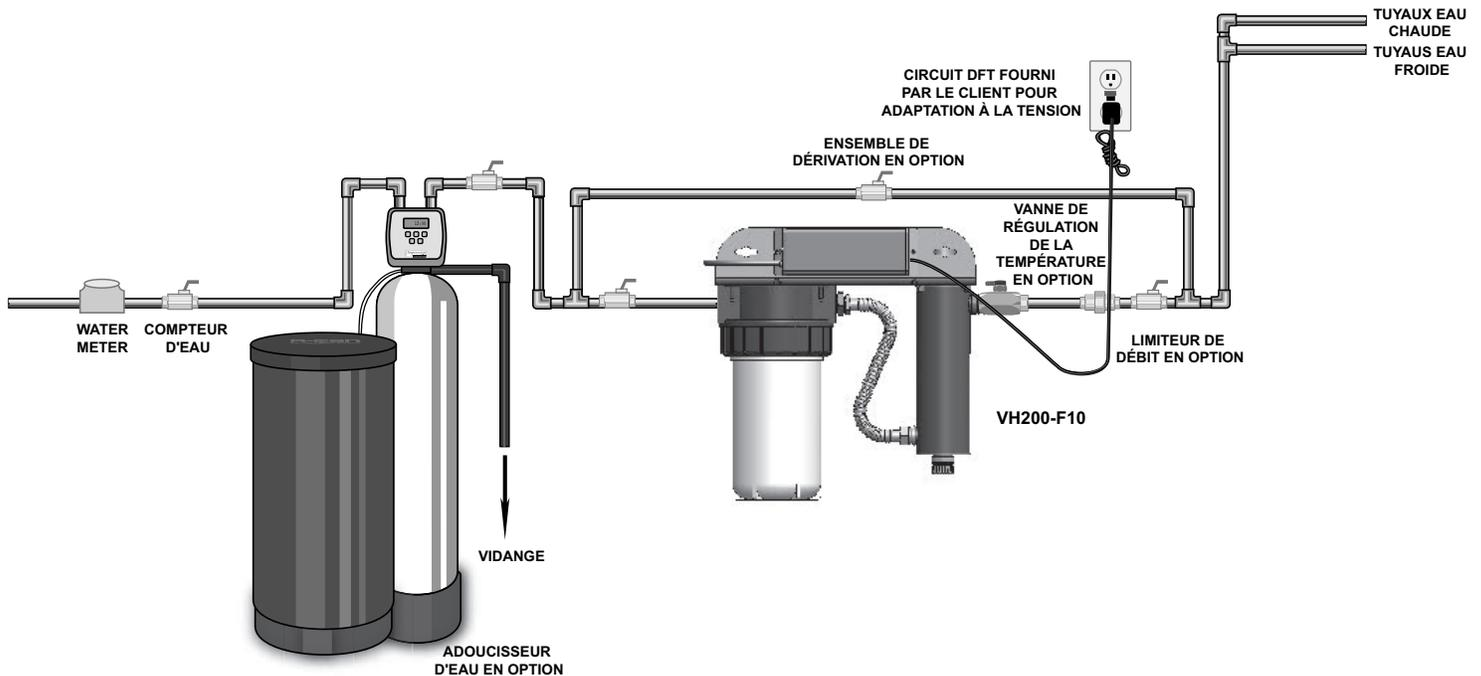

Figure 2 Système de UV
1. La Figure 2 décrit l'installation d'un système d'eau potable typique et des composants connexes qui peuvent être utilisés pour l'installation. L'utilisation d'un ensemble de dérivation est recommandée dans le cas où le système nécessite une maintenance « hors ligne ». Dans ce cas, il faut noter que le système nécessitera un désinfectant supplémentaire pour le système de distribution si de l'eau est utilisée pendant la dérivation. De plus, pendant la dérivation, l'eau NE sera PAS traitée et une étiquette « NE PAS CONSOMMER L'EAU » doit physiquement être installée sur l'ensemble de dérivation jusqu'à ce que le système soit nettoyé et à nouveau en service. Veuillez consulter la Section 3.2 pour la procédure complète de nettoyage. Si l'eau doit être consommée pendant que le système est hors ligne, l'eau doit être bouillie pendant deux minutes avant d'être consommée.